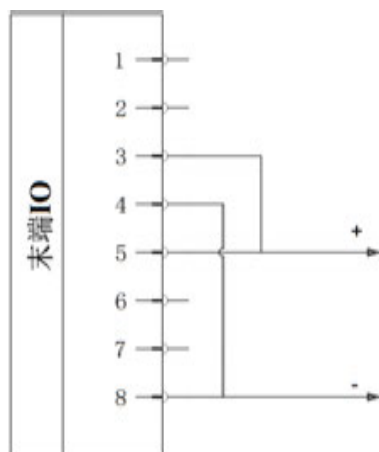

図 6-26 2ピンモード1結線
2) 結線方法：図 6-26 に示すように、電源線（5 グレー）と TI3/T03/PWR2 線（3 緑）を接続する、そしてアース（8 赤）と TI2/T02/GND2 線（4 黄色）を接続する。